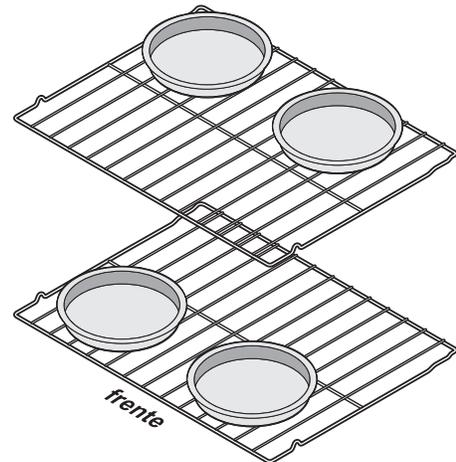
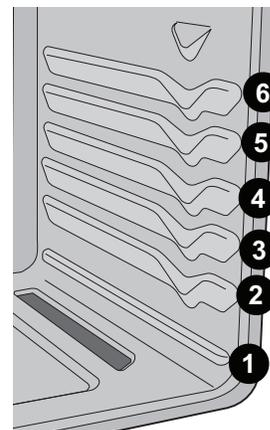

Fig. 12: Horneado en diferentes niveles
Fig. 13: Posiciones de la parrilla del horno
- Para obtener los mejores resultados cuando hornee tortas o galletas con 2 parrillas, coloque los utensilios como se muestra en Fig. 12, en la página 19 y coloque las parrillas en las posiciones 3 y 5 (Fig. 13, en la página 19).